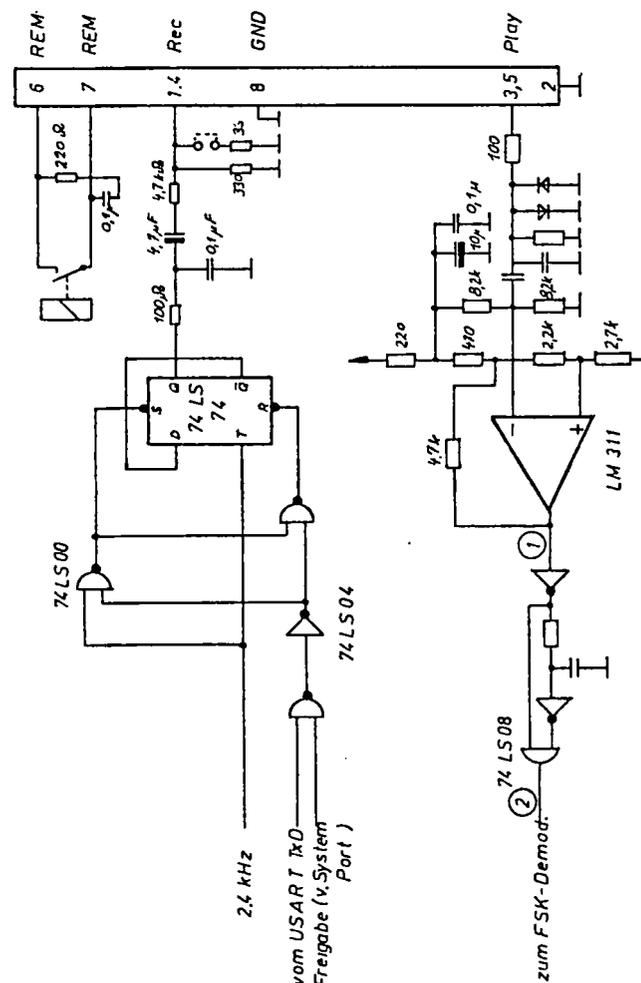

Abb. 5.10
Die FSK-Modulation (siehe Abb. 5.10) übernimmt ein D-Flip Flop (SN 74 LS 74, Texas Instruments) in Zusammenarbeit mit zwei NAND-Gattern und ausgangseitigem Widerstands-Kondensator-(RC) Netzwerk zur Pulsverrundung und Pegelanpassung. Der Ausgangspegel beträgt je nach Einstellung der Steckbrücke (Abb. 2.3) ca. 700 mV oder 25 mV (siehe Handbuch des PC).
Der Schaltungsaufwand für das Lesen der auf einer Cassette gespeicherten Information ist größer (Abb. 5.10, 5.11). Das auf einer Cassette gespeicherte frequenzcodierte Signal wird einer Begrenzerstufe (bestehend aus Dioden und Widerständen) zugeführt. Das so auf maximal 1,4 V_{ss} begrenzte Signal wird von einem Komparator-IC (LM 311) den Logikpegeln angepaßt. Mit dem nachgeschalteten Differenzierer werden aus den fallenden Flanken des FSK-Signals positive Nadeln erzeugt. Diese werden zur weiteren Verarbeitung dem Demodulator (Abb. 5.12) zugeführt.
Aus dem nachfolgenden Zeitablaufdiagramm ist die Wirkung der Schaltung, die das empfangene Signal dekodiert, zu ersehen. Die Messpunkte sind in Abbildung 5.10 und 5.11 zu finden.